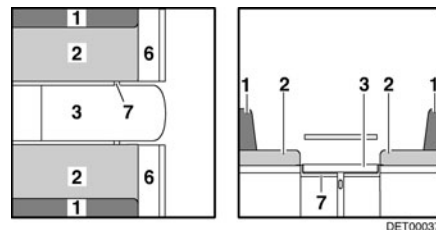

Fig. 99 Durante la transformación
- Plegar la prolongación del banco de asiento (Fig. 99,6) hacia arriba y colocar una cuña con la trampilla.